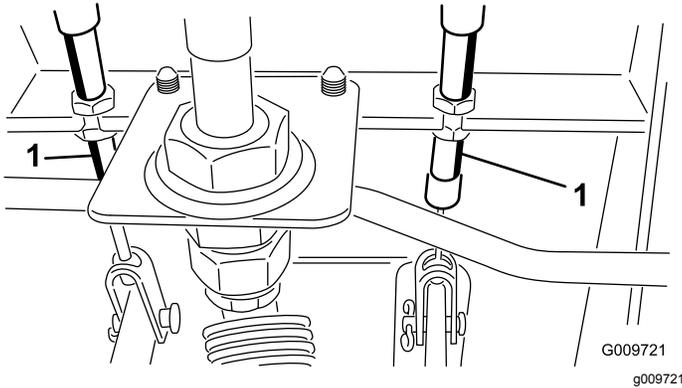

図 53
- A. ブレーキケーブル 図 53 の端にある前ナットをゆるめる。